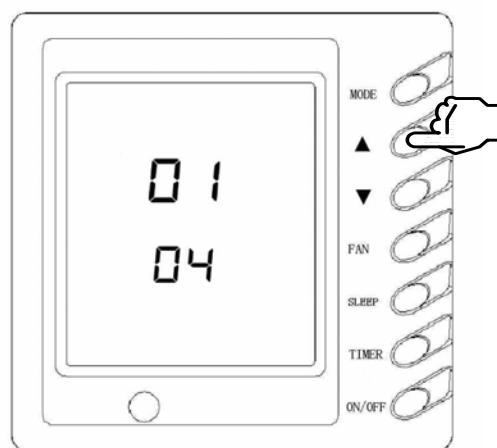

Рис.23
- В режиме обогрева выбран датчик на внутреннем блоке, а в любом другом режиме выбран датчик на проводном пульте. На дисплее изображено 04 (рис. 23).